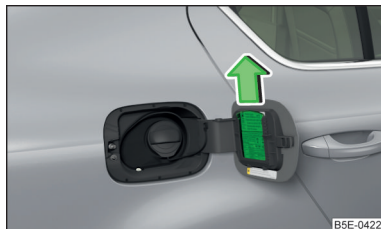

Fig. 198
- Retirez la raclette en tirant dans le sens de la flèche » fig. 198.